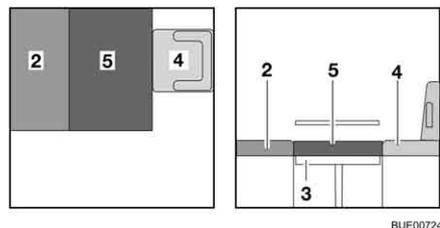

Fig. 92 Dopo la trasformazione
- Posizionare il cuscino aggiuntivo (Fig. 92,5) sul tavolo.
- Se necessario, spingere il sedile del conducente (Fig. 92,4) nuovamente all'indietro.